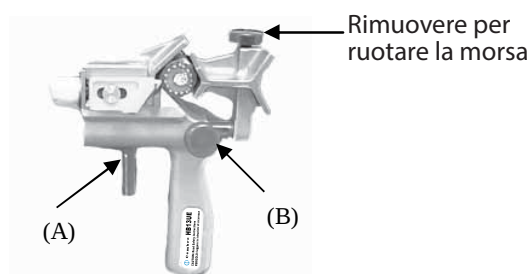

Fig. 2
Passaggio 1. Schiacciare il grilletto a molla (A) per aprire le morse di serraggio cavo. Inserire il cavo tra le morse fino a che questo non incontra la lama tagliente come in Fig. 2. Rilasciare il grilletto a molla (A). Ruotare in senso orario il pomello (B) per bloccare l'utensile attorno al cavo.